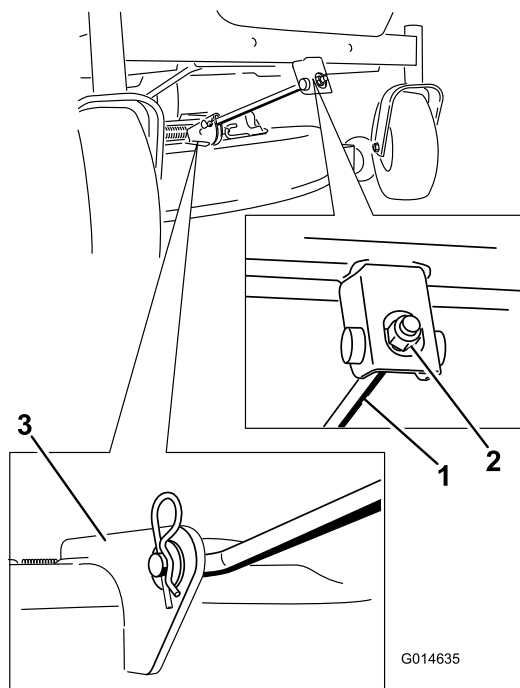

Bild 74
5. Entfernen Sie den Splint von der vorderen Stützstange und nehmen Sie die Stange aus der Mähwerkhalterung (**Bild 74**).
6. Befestigen Sie die vordere Stützstange mit den Lastösenbolzen und Splints am Mähwerk (Bild 74).